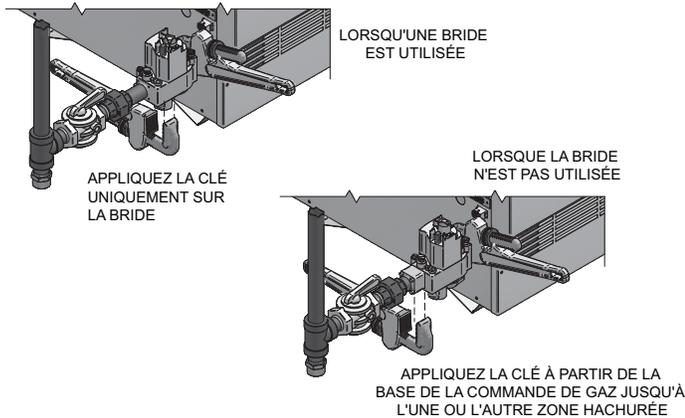

Figure 3-2_Clé
7. Raccordez la conduite à la vanne de gaz ou la rampe d'alimentation. Utilisez une clé pour équarrir les bouts de la vanne de gaz (Fig. 3-2).